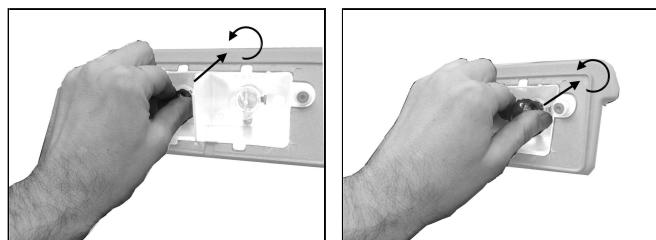

Figura 2
- Rimuovere la lampadina facendola girare di 1/4 di giro in senso antiorario (figura 2)